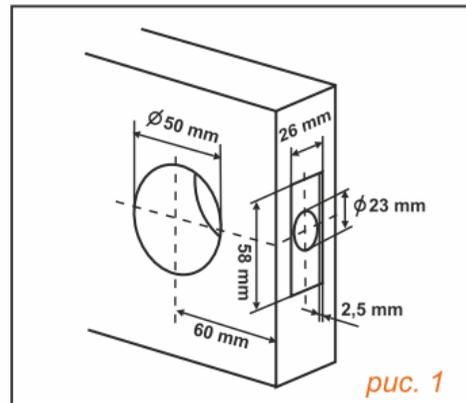

рис. 1
3.1. Разметьте отверстия согласно *рис. 1*. Сверьте размеры изделий с установочной схемой. Высверлите в двери 2 отверстия диаметрами 50 и 23 мм. Выберите в середине торца двери посадочное место под планку внутренней защелки размером 58x26x2,5мм.